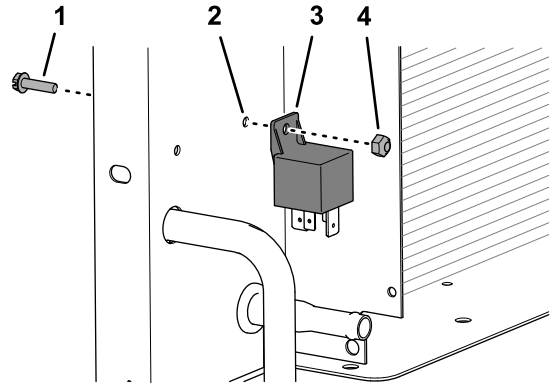

Bild 24
- Entfernen Sie die Bundkopfschraube (#10 x $\frac{3}{4}$ ") und die Sicherungsmutter (#10), die das Glühkerzenrelais am Kühler befestigen, und entfernen Sie das Relais (Bild 24).